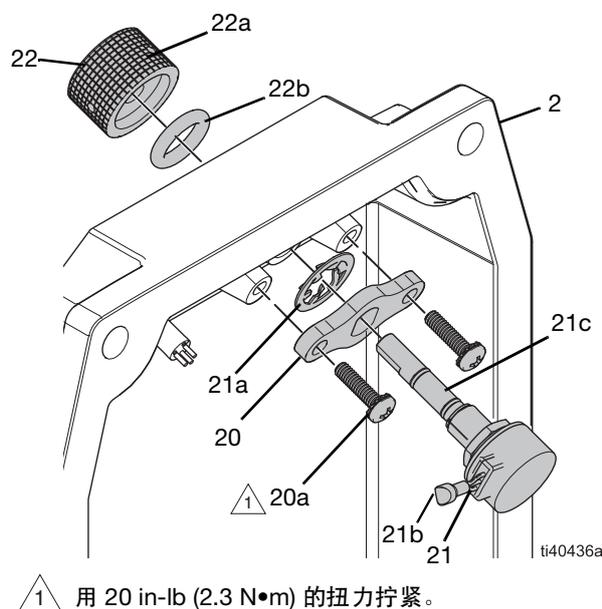

图 15：控制旋钮组件
2. 准备新编码器 (21)，方法是验证编码器的螺纹上只安装了一个螺母，并且螺母已拧紧，与编码器主体接触。如果有第二个螺母，则将其丢弃。
3. 将编码器 (21) 插入控制旋钮安装支架 (20)。
4. 将快装螺母 (21a) 安装到编码器 (21) 上，与安装支架 (20) 接触。
5. 在编码器 (21) 的轴上涂抹防卡润滑剂。
6. 将编码器 (21) 组件插入控制盖 (2) 上的控制旋钮孔中。
**注意：**确保编码器线 (21b) 方向正确，以便轻松将线连接到控制板。参考图 15。
7. 将紧固件 (20a) 插入控制旋钮安装支架 (20)。
9. 将密封件 (22b) 安装到控制旋钮 (22) 上。
10. 将控制旋钮 (22) 安装到控制盖 (2) 上的轴 (21c) 上。确保控制旋钮上的标记与控制标签 (40) 上的关闭 (0) 位置对齐。
11. 牢牢拧紧控制旋钮紧固件 (22a)。确保控制旋钮 (22) 正确转动。